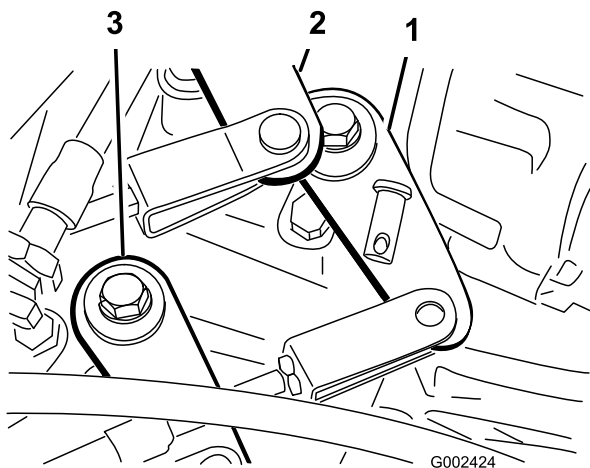

Figura 52
2. Retire los pasadores de horquilla que fijan los cables del cambio de marchas a los brazos de cambio del transeje (Figura 52).
1. Retire el pasador de horquilla que sujeta el cable Alto–Bajo al transeje (Figura 52).